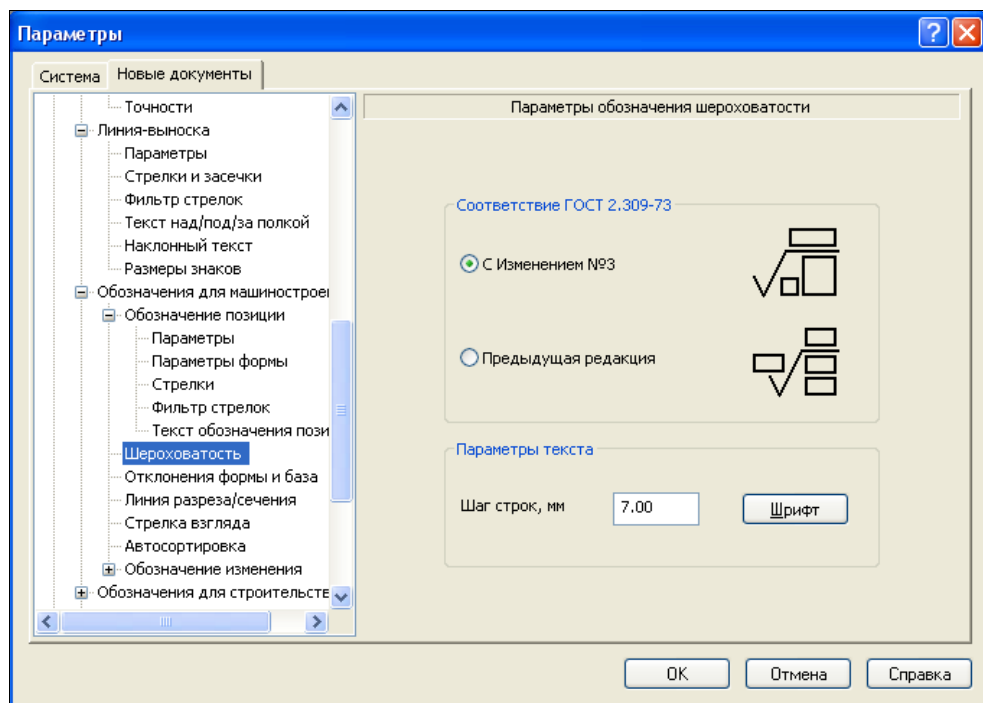

Рис. 12.15. Диалоговое окно **Параметры** с открытым параметром **Шероховатость**
- ♦ из Строки меню раскройте пункты **Сервис ► Параметры**. На экране откроется диалоговое окно **Параметры** с открытой вкладкой **Текущий чертеж**. В левой части вкладки располагается дерево элементов чертежа, в которых могут быть установлены и настроены необходимые параметры. В правой части в зависимости от выбранного элемента появляется соответствующая панель, на которой можно установить необходимые параметры (рис. 12.15);